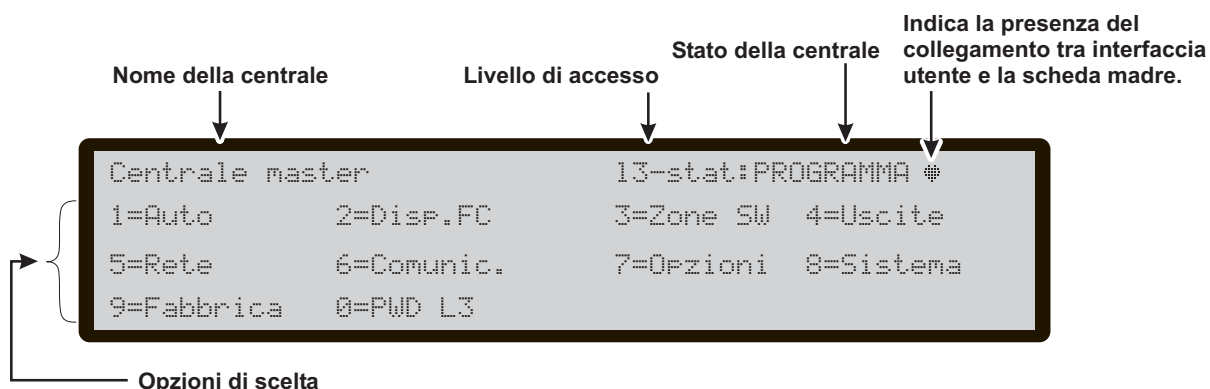

Figura 37 Schermata principale procedure di programmazione
- tasto **F2-ANALIZZA** (vedi Figura 37) la **Visualizzazione** dello stato di: LOOP, DISPOSITIVO, ZONE SW, USCITE, RETE, COMUNIC, OPZIONI, LOG e la Ver. FW.;
sono (vedi Figura 37):
Dalla schermata principale, selezionando con il tasto F1, si arriva in modalità programmazione. Inserita la password (Codice Installatore), nella schermata simile a quella in figura 37, si arriva: